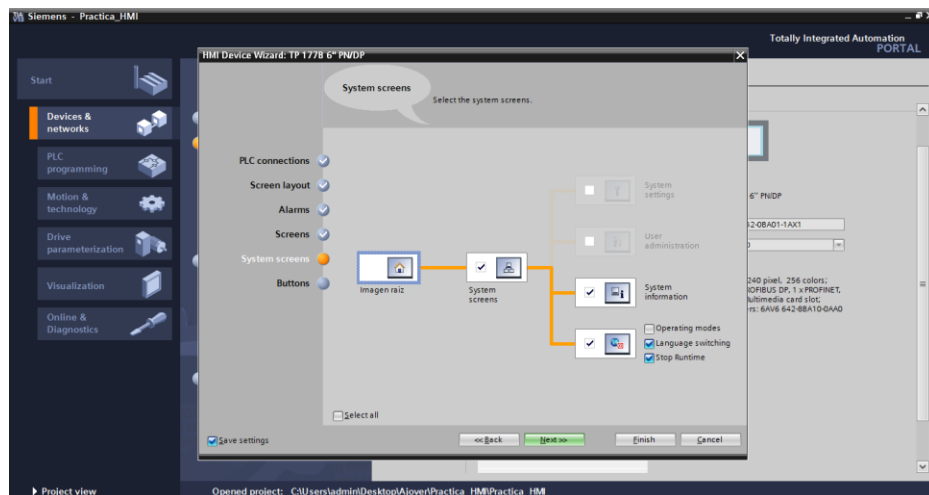

Figura 10. Ventana Imágenes del Sistema.
5. **Selección de ventanas pre-configuradas**, El software TIA Portal ofrece algunas pantallas pre-configuradas para facilitar la edición del proyecto; para este ejemplo seleccionar las ventanas **información del proyecto** y las opciones **cambio de idioma** y **salir de Runtime**. Ver Figura 10.